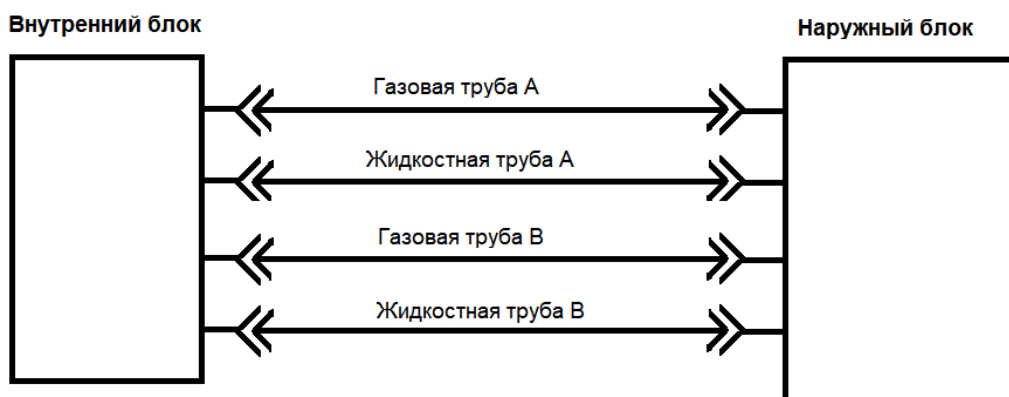

Рис.4 - Схема подключения фреоновых труб
- При подключении труб порты на наружном и внутреннем блоках должны соответствовать. (рис.4)